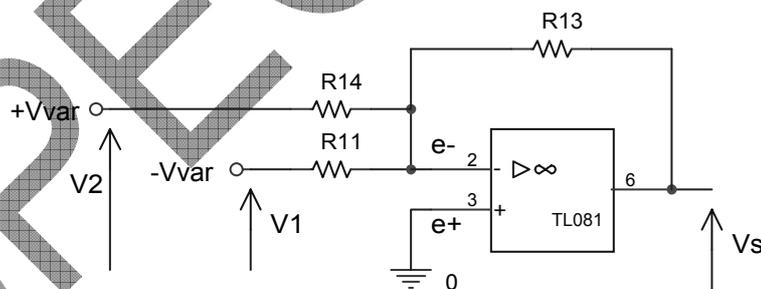

fig.5
5.4.1 Schéma de principe fig.5
5.7.3.1 Câbler le schéma de la figure 5.